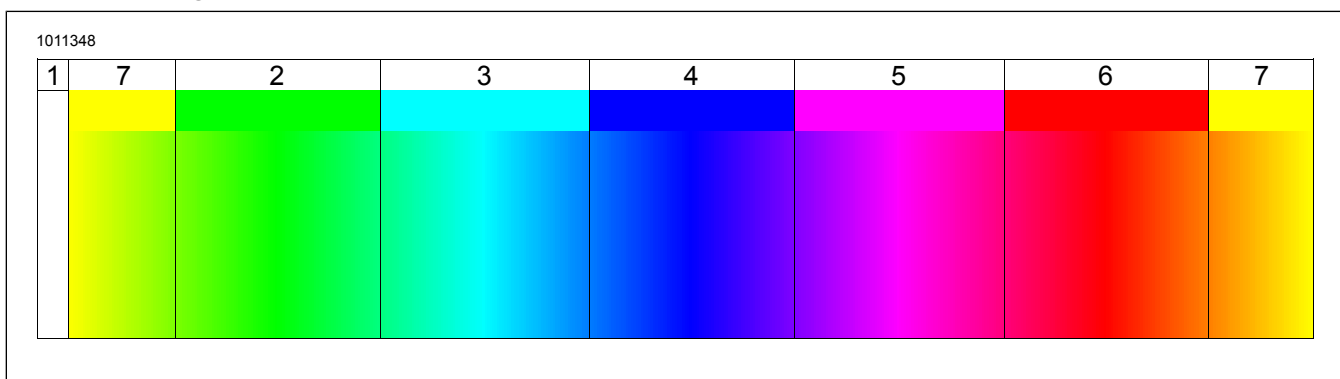

Figura 4. Spectrul de culori
- A se vedea figura 4. Sunt disponibile șapte zone de culoare presetate. Fiecare având un număr de nuanțe: